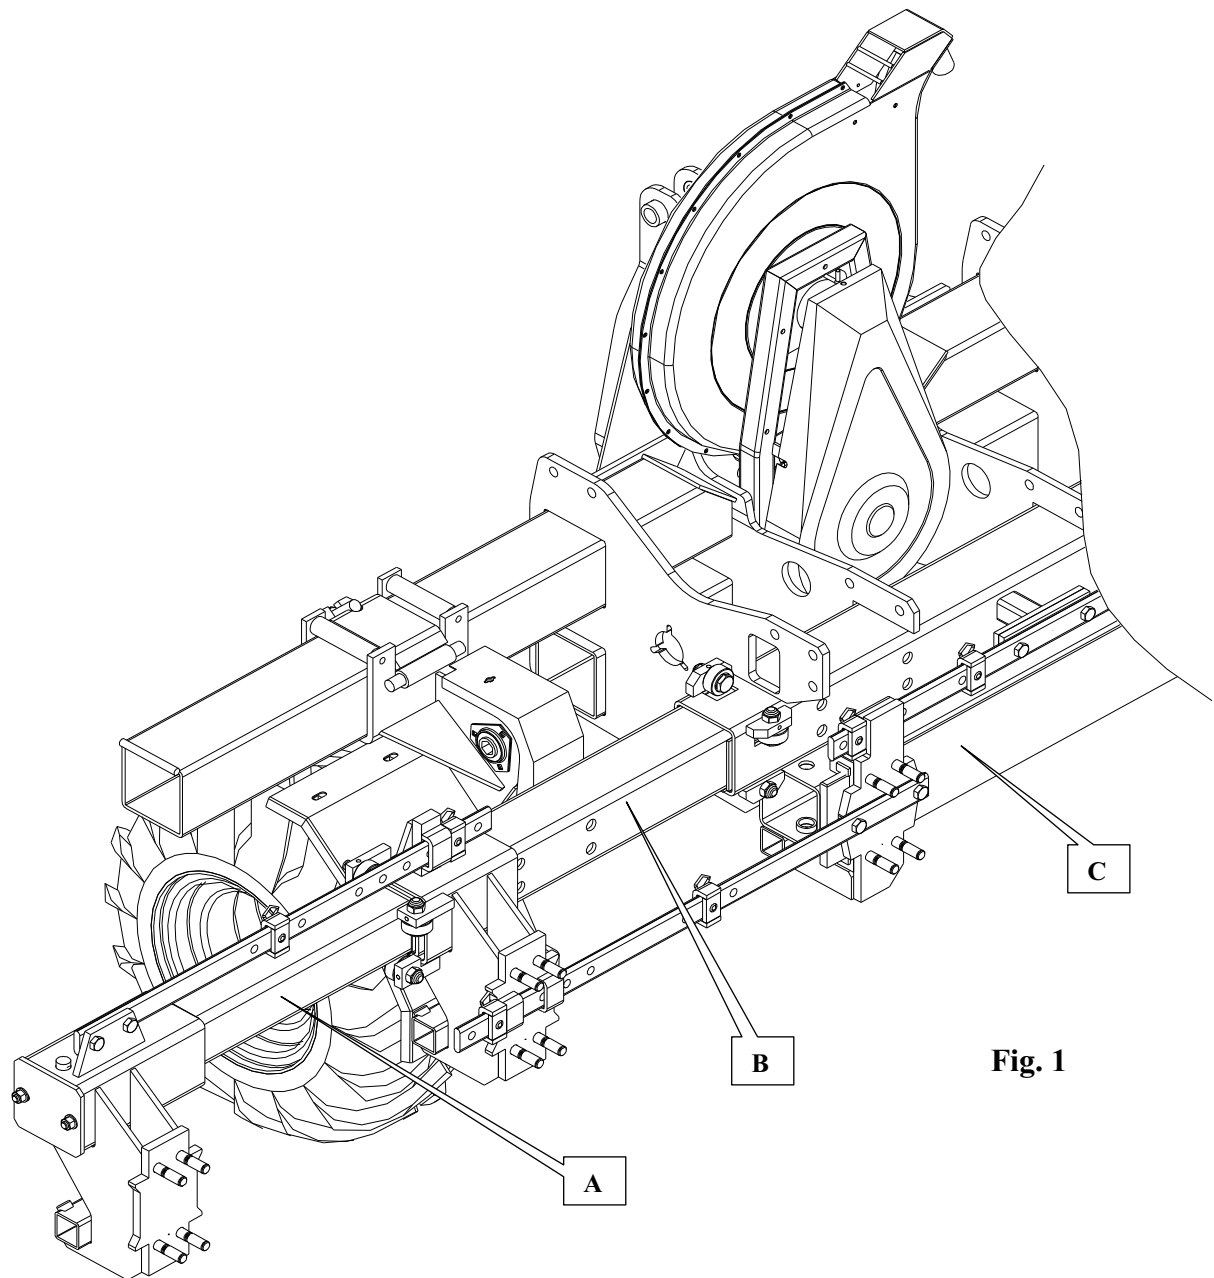
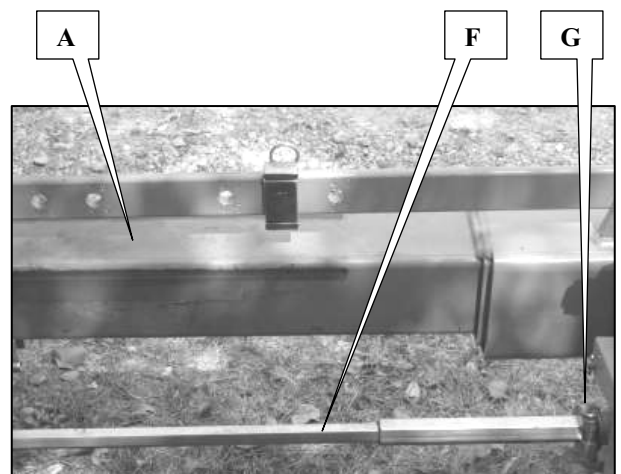

Fig. 1
Fig. 3
- 2 - Den Riemeneinsatz entfernen (E Abb. 3).
- 3 - Die 4 Lagerschrauben lockern (B Abb. 1), ohne sie zu entfernen.
- 2 - Togliere il carter dalla cinghia (E fig. 3).
- 3 - Allentare le 4 viti del piano (B fig. 1) senza smontarle.
- Graisser légèrement les parties télescopiques (A et B fig. 1 et 3), les glissières des éléments n°3 et n°4 (C fig.1 et 2) et les arbres 6 pans (F fig. 3).
- Contrôler le serrage des bagues d'arbre 6 pans G (fig. 3).
- Graisser les parties télescopiques (A et B fig. 1 et 3), les glissières des éléments n°3 et n°4 (C fig.1 et 2) et les arbres 6 pans (F fig. 3). Rentrer et sortir ensuite plusieurs fois les tronçons.
- Lightly grease the telescopic sections (A et B fig. 1 and 3), the metering unit 3 and 4 runners (C fig.1 et 2) and the hexagonal shafts (F fig. 3).